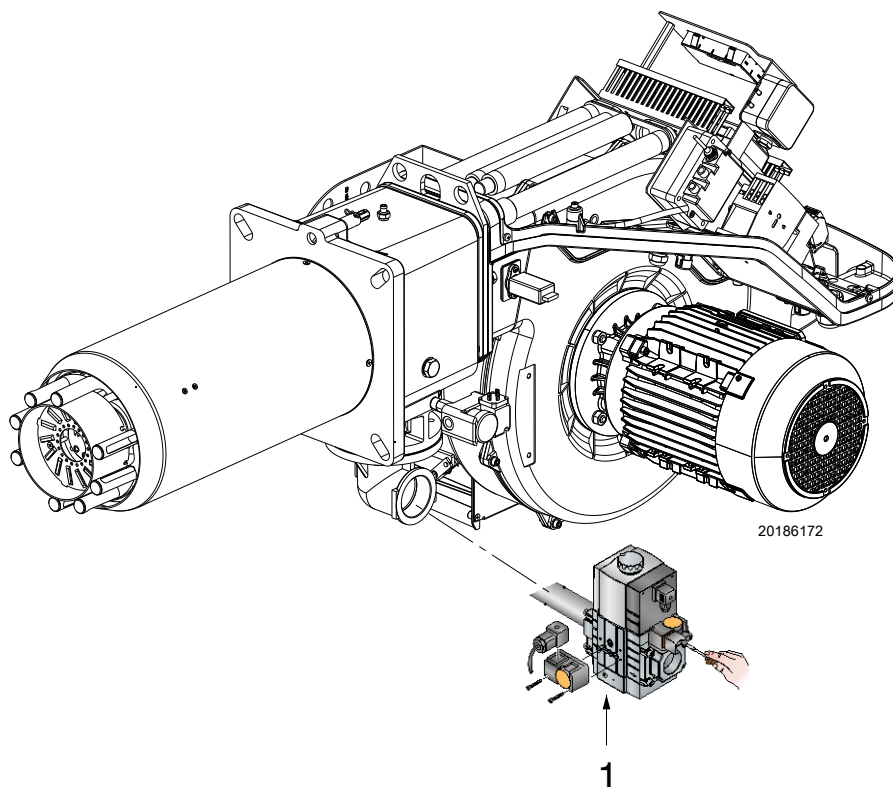

图 28
- 连接一个压力计到最小燃气压力开关的压力测试点 1)（图 28），检查燃气供应压力：必须低于燃气阀组所能允许的最大压力，见燃气阀组标牌。